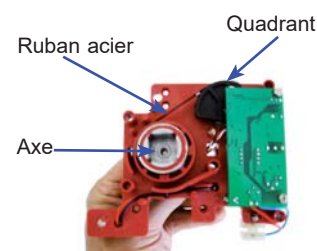

fig I-4
- Mesurer la course disponible de l'axe du positionneur en faisant tourner délicatement l'axe. La course est limitée par la course du quadrant de roue du potentiomètre relié à l'axe par un ruban en acier (cf figure I-4).